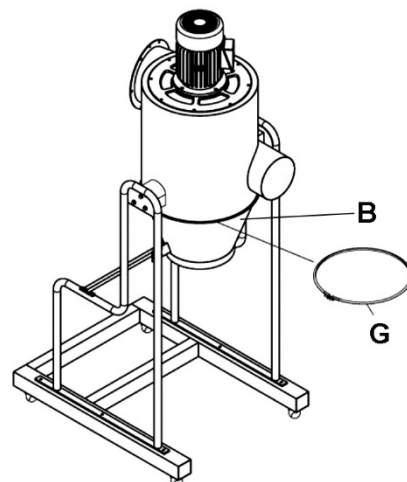

Abbildung 6
7. Den Trichter (B) unter dem Hauptgehäuse anbringen. Mit der Trichterklammer (G) sichern. Siehe Abbildung 6. Die Schraube sicher an der Trichterklammer festziehen.